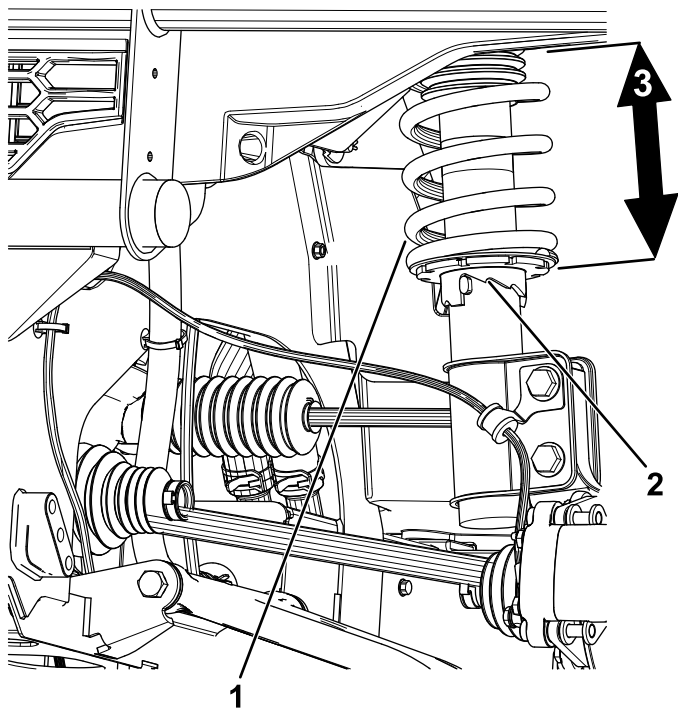

Bild 116
2. Wenn die Bodenfreiheit nicht stimmt, verwenden Sie den Hakenschlüssel, um den Stelling des Stoßdämpfers zu drehen und das Rad auszurichten (Bild 116).